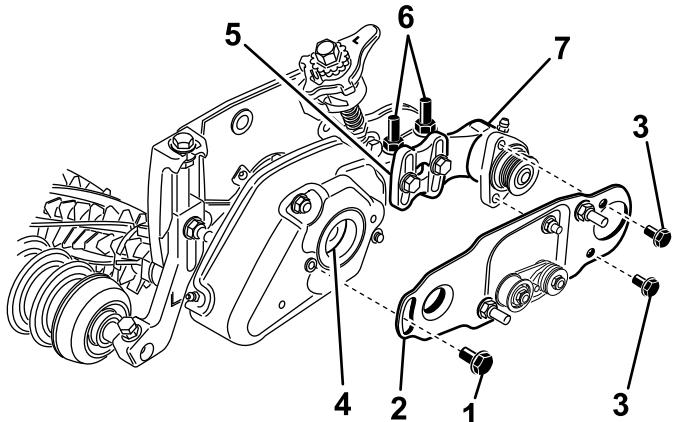

Рисунок 27
подшипника щетки катка к монтажному кронштейну щетки катка (Рисунок 27).
13. Установите поворотную пластину щетки катка (Рисунок 27). Убедитесь в том, что втулка сохраняет правильное положение в корпусе подшипника, когда в нее вставляется выступ поворотной пластины.
14. Нанесите состав Loctite 242 (синий) на 2 болта (5/16 x 5/8 дюйма) и используйте болты для установки пластины щетки на корпус подшипника щетки катка (Рисунок 27). Затяните болты с моментом от 20 до 25 Н·м.
- Ослабьте 2 фланцевые контргайки, крепящие монтажный кронштейн щетки катка к боковой пластине режущего блока (Рисунок 27).
- Поверните корпус подшипника щетки катка так, чтобы пластина щетки была параллельна боковой пластине режущего блока (Рисунок 27).
- Затяните 2 фланцевые контргайки, крепящие монтажный кронштейн щетки катка к боковой пластине режущего блока (Рисунок 27).
19. Нанесите на болт с буртиком состав Loctite 242 (синий) (Рисунок 27). Прикрепите пластину щетки к крышке механической щетки с помощью болта с буртиком. (Рисунок 27). Затяните болт с моментом от 20 до 25 Н•м.